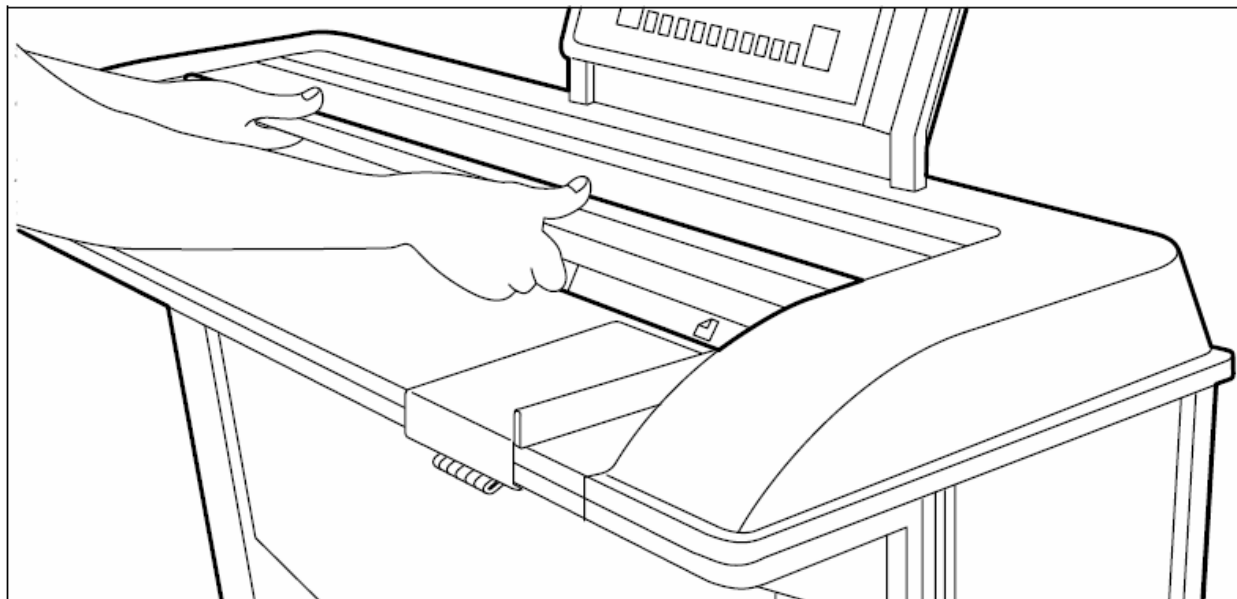

Рисунок 125. Показано, как открывать верхнюю крышку сканера
1. Откройте верхнюю крышку сканера (смотрите рисунок 125).